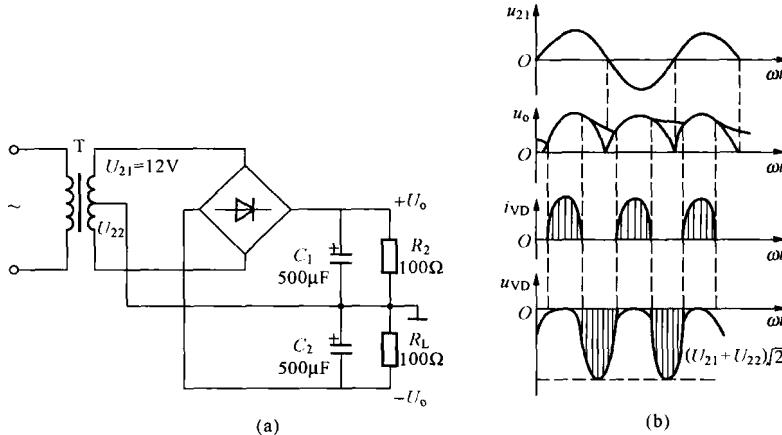

图 1-9 例 1-13 图
**【例 1-13】** 在图 1-9 中,  $U_o$  值应近似为①10V ( ) ; ②15V ( ) ; ③24V ( )。将你认为正确的答案用对号 “√” 填在括号内, 并画出  $U_{21}$ 、输出电压  $+U_o$ 、通过二极管的电流  $i_D$  和电压  $U_D$  的波形 (需与  $U_{21}$  对应)。